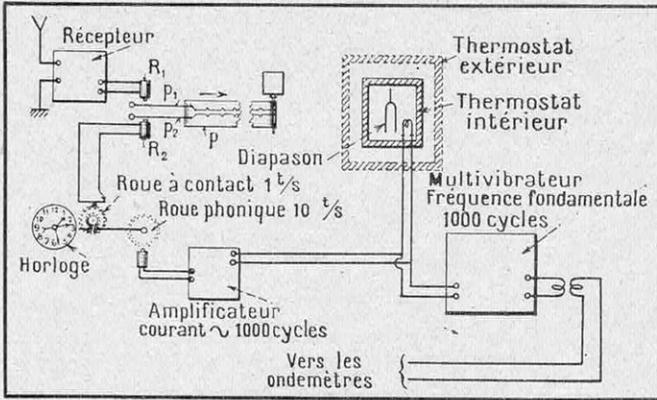

FIG. 6. — VÉRIFICATION DE LA FRÉQUENCE DU DIAPASON
Quant au multivibrateur, qui sert de base à toutes les mesures, on doit vérifier que sa fréquence fondamentale est bien égale à 1.000 cycles. Un diapason, à 1.000 périodes par seconde, électriquement entretenu et vibrant devant une bobine (fig. 6), produit dans l'enroulement de cette dernière un courant alternatif à 1.000 cycles qui, après
Le courant produit par le diapason fait tourner une roue phonique (2) faisant 10 tours par seconde (fig. 6). Celle-ci entraîne, d'une part, un mouvement d'horlogerie comportant un cadran et des aiguilles ordinaires, et, d'autre part, une roue ne faisant que 1 tour par seconde. Cette dernière porte un contact qui, à chaque tour, ferme un circuit commandant une plume qui trace un crochet sur la bande d'un enregistreur automatique. Si le diapason est bien réglé, ces crochets se suivent exactement à une cadence de 1 par seconde ou 60 par minute.